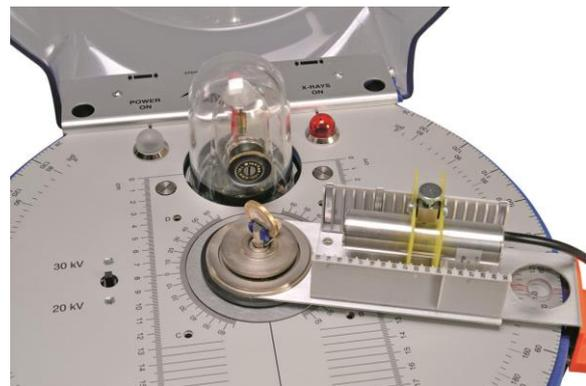

Fig. 2 Montaje del detector de energías de rayos X en el brazo goniómetro del aparato de rayos X
- Se coloca el soporte del detector de energías de rayos X a la distancia deseada en el portador del brazo goniómetro (ver Fig. 2).